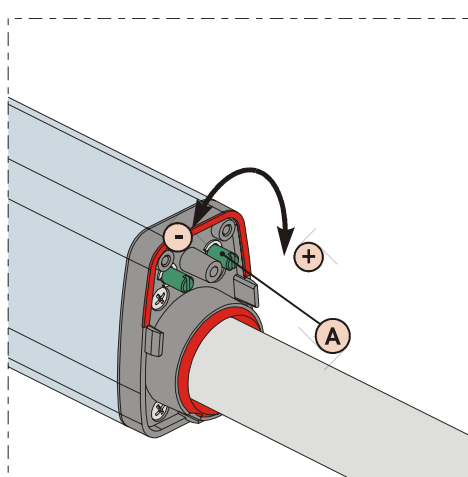

Fig. 19
- 2) Per regolare il finecorsa di **chiusura FCC** agire sulla vite di regolazione, Fig.19 rif.A, ruotandola in senso orario per aumentare la corsa dello stelo e, viceversa, in senso antiorario per ridurla.